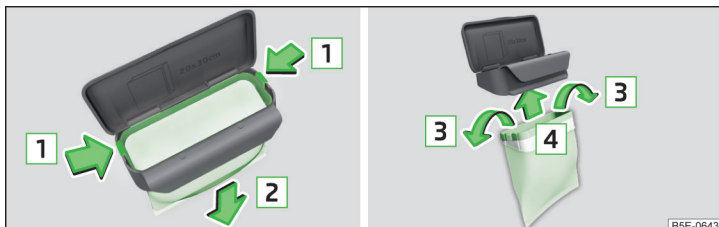

Abb. 88 Beutel ersetzen
- › Die beiden Rastnasen am Rahmen in Pfeilrichtung **1** abdrücken » Abb. 88.